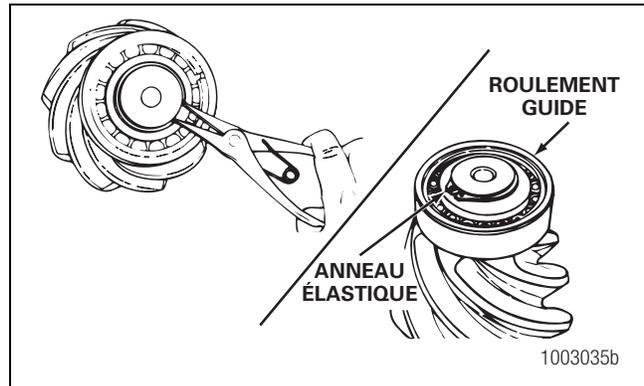

Figure 5.4
3. Utiliser une pince pour anneaux élastiques pour poser l'anneau élastique (selon l'équipement) dans la rainure à l'extrémité du pignon d'attaque. Figure 5.4.